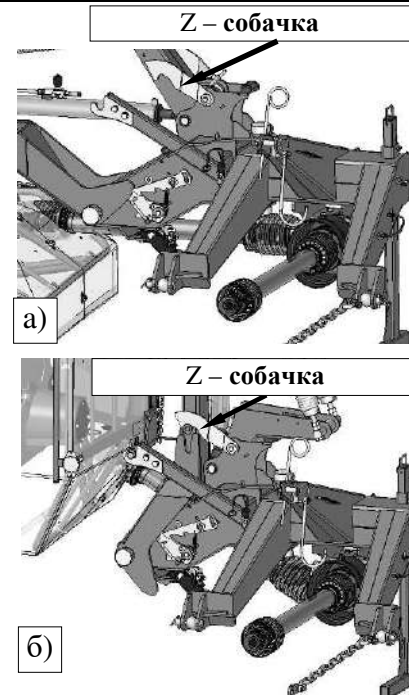

Рис. 15. Позиции собачки
- Гидравлическим цилиндром поднести режущий механизм в вертикальное положение и закрыть собачку **Z** (**Рис. 15б**).
- Натянуть трос таким образом, чтобы выцепить собачку **Z** (Рис. 15) из защелки и запуская клапан внешней гидравлики трактора установить режущий брус при помощи гидравлического цилиндра в горизонтальное положение,